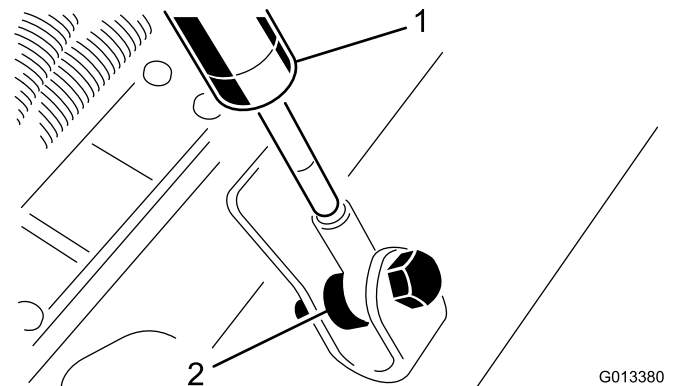

Bild 6
7. Entfernen Sie die Bolzen, Distanzstücke und Bundmutter, mit denen das andere Ende der Stoßdämpfer am Mähwerk befestigt sind (Bild 6).